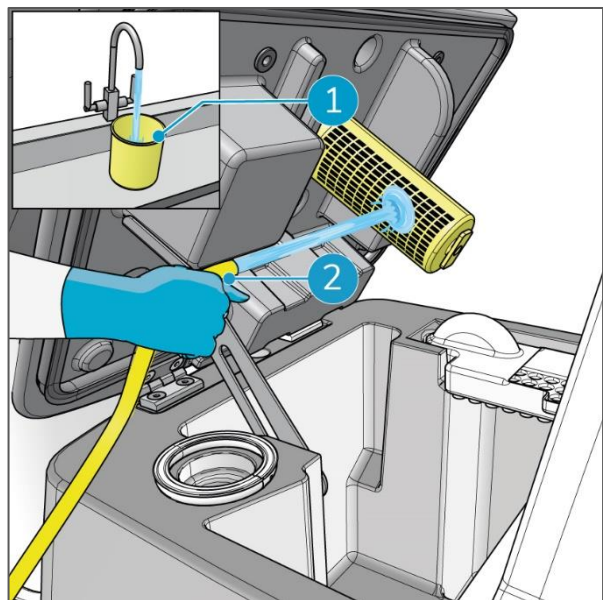

Figura 49
2. Limpia el vaso amarillo con agua del grifo en un fregadero (Figura 49, pos. 1).
3. Limpia el separador con una manguera (Figura 49, pos. 2).